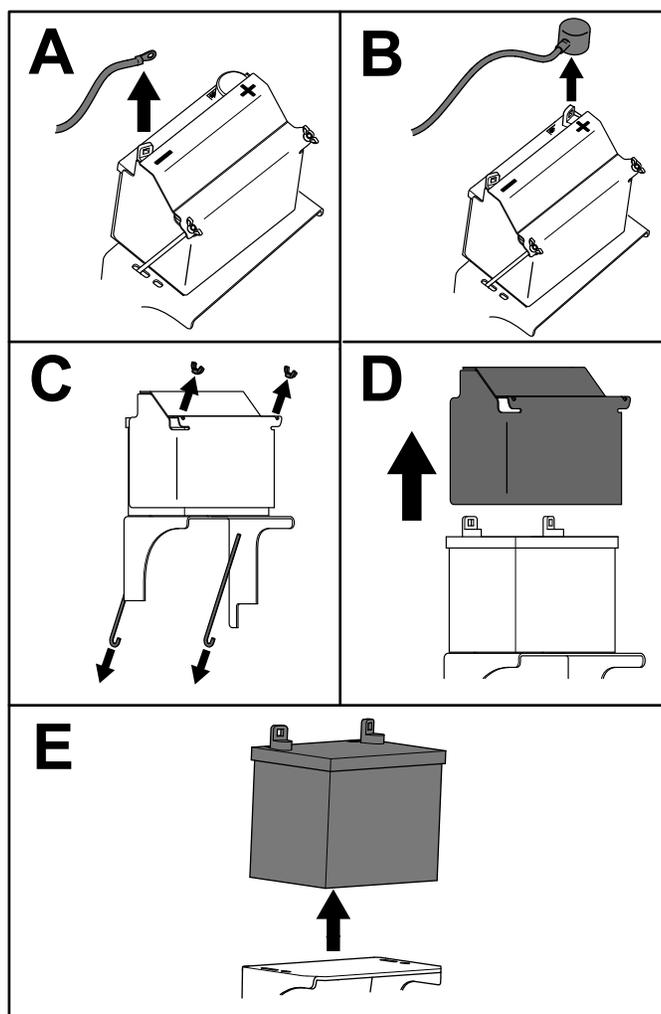

Рисунок 48
3. Снимите аккумулятор, как показано на Рисунок 48.